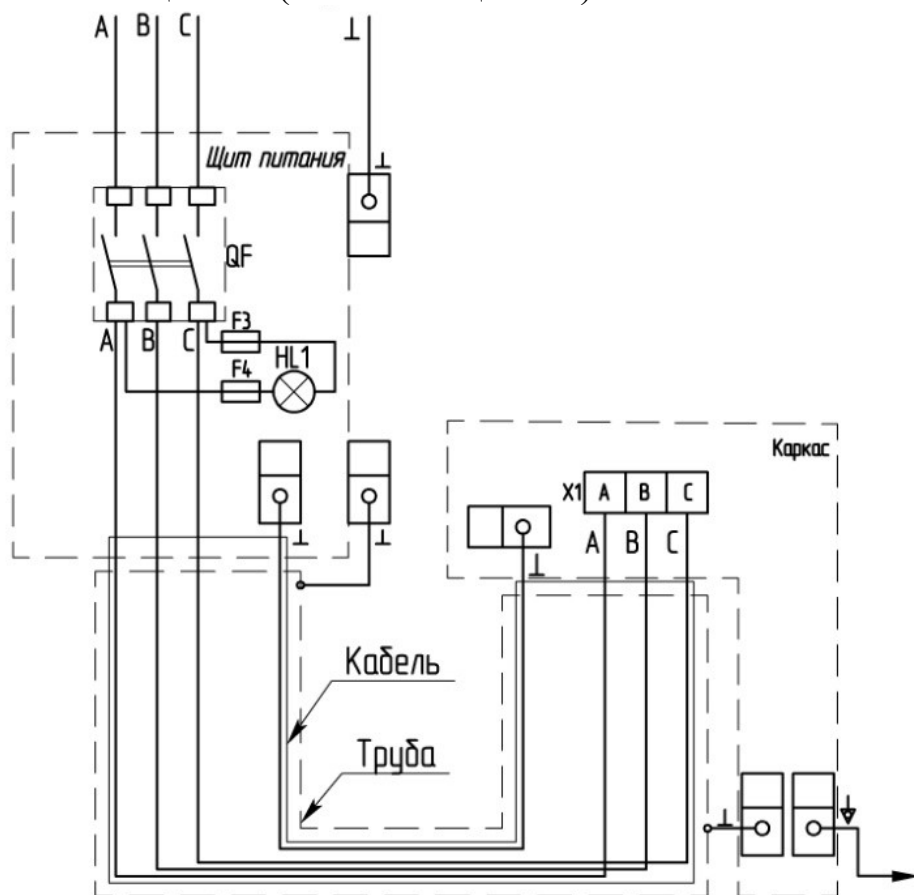

Рисунок 6 – Схема подвода кабеля питания и провода заземления
- произвести подвод кабеля через втулку в дне каркаса (вид сверху, рисунок 2; схема подвода кабеля, рисунок 6). Длина кабеля выступающего из труб должна быть не менее 400 мм;
- произвести подвод провода заземления к кронштейну заземления (главный вид, рисунок 1; схема подвода провода заземления, рисунок 6).